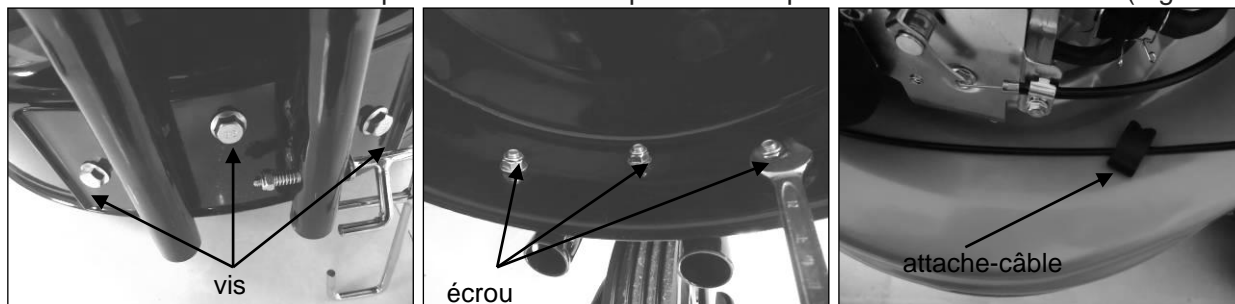

Fig.4A Fig.4B la figure 4C
1. Régler le support de roue de la roue avant de la plate-forme avec trois boulons et d'écrous de verrouillage hexagonal hexagonal, ajuster la tension en tournant l'écrou de blocage avec une clé adéquate (Fig. 4A / Fig.4B)